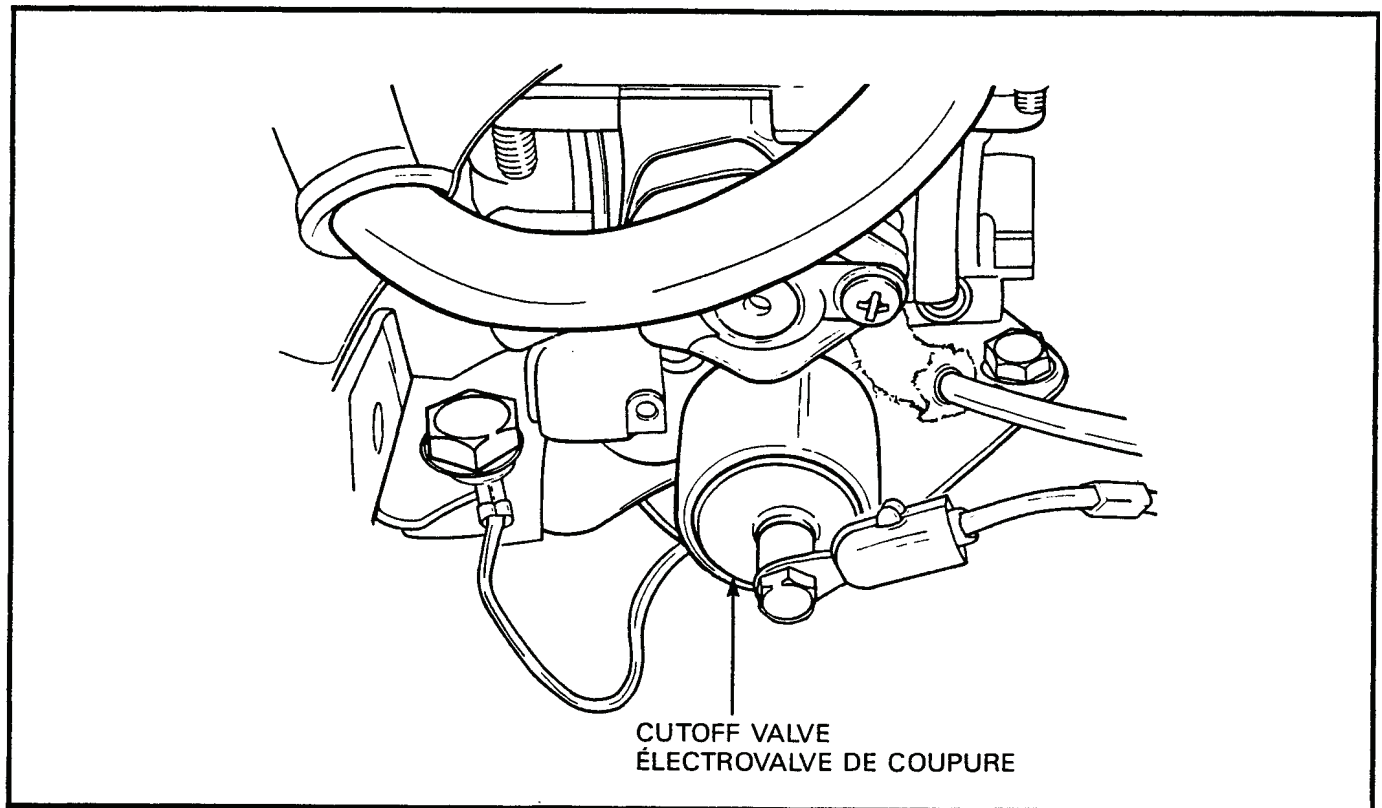

Figure 2-6-1 Carburetor Air/Fuel Cutoff Valve
(1) Remove the carburetor intake hose from the carburetor.	(1) Enlever le boyau d'admission du carburateur au niveau du carburateur.
(2) Remove the carburetor intake hose at the air cleaner outlet.	(2) Enlever le boyau d'admission du carburateur au niveau de la sortie du filtre à air.
(3) Remove the breather hose at the valve cover.	(3) Enlever le boyau du reniflard au niveau du couvercle des soupapes.
(4) Loosen the screw from the choke cable casing at the carburetor and the screw from the choke cable and control lever.	(4) Desserrer la vis de la gaine du câble d'étrangleur au niveau du carburateur, et la vis du câble d'étrangleur et du levier de commande.
(5) Pull the choke cable, casing and hose away from the carburetor.	(5) Enlever le câble d'étrangleur, la gaine et le boyau du carburateur.
(6) Remove the fuel line to the carburetor fuel inlet.	(6) Enlever la conduite de carburant de l'orifice d'admission de carburant du carburateur.
(7) Remove the two fuel by-pass reservoir mounting bolts and move the reservoir and in-line fuel filter out of the way.	(7) Enlever les deux boulons de fixation du réservoir de dérivation de carburant, et déplacer le réservoir et le filtre de la conduite de carburant.
(8) Remove the two clips on both sides of the rubber grommet on the accelerator cable.	(8) Enlever les deux attaches de chaque côté de la rondelle isolante de caoutchouc du câble d'accélérateur.
(9) Remove the clip from the cam of the throttle linkage, disconnect the cable from the cam and pull the accelerator cable out of the bracket.	(9) Enlever l'attache de la came de la tringlerie d'accélérateur, débrancher le câble de la came et enlever le câble d'accélérateur du support.
(10) Remove the wire from the air/fuel cutoff valve, see Figure 2-6-1.	(10) Enlever le fil de l'électrovalve de coupure air/carburant, voir figure 2-6-1.
(11) Remove the vacuum advance line from the carburetor.	(11) Enlever la conduite d'avance à dépression du carburateur.